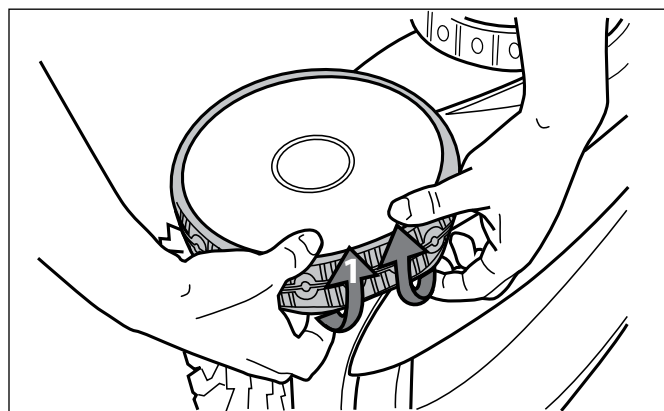

Figure 35. Démontér le pneu utilisé de la roue
1. Tirer sur l'intérieur du pneu utilisé pour dégager le pourtour du pneu de la roue (Figure 35).